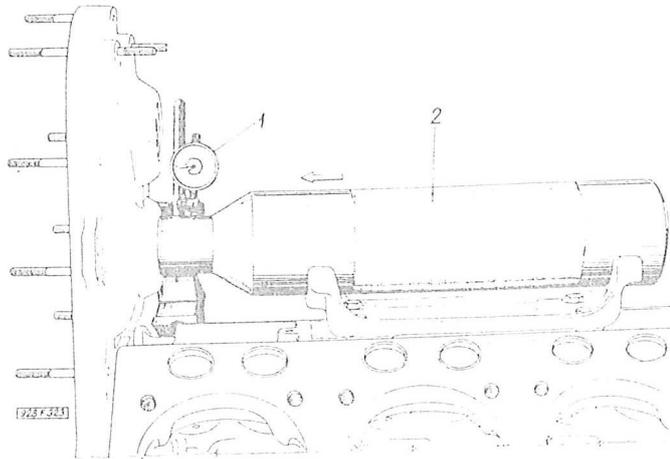

Abb. 03-71 Einstellung des Auflagers für die Einspritzpumpe -
a) An das Kurbelgehäuse mit angebautem rückwärtigen Deckel - das Auflager für die Einspritzpumpe lose anziehen und mit der Vorrichtung MPT-0007 und der Messuhr (Indikator), die mittels magnetischer Halterung befestigt ist, die Lagerung mit der Genauigkeit $\pm 0,05$ mm einstellen. Die Lage der Vorrichtung MPT-0007 muss in senkrechter und waagerechter Ebene kontrolliert werden und dies bei eingeschobenem und ausgeschobenem Zustand aus der Bohrung $\varnothing 56$ H8 ($\begin{matrix} + 0,046 \\ 0,000 \end{matrix}$) im Steuerungsgehäuse (siehe Abb. 03-71 und 03-72).